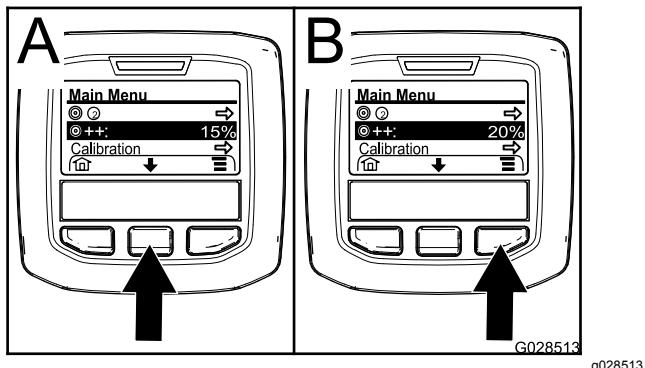

Figura 68
2. Se necessário, carregue no botão de seleção central para realçar o aumento da taxa de aplicação (Figura 68).
**Nota:** O ícone do aumento da taxa de aplicação parece dois sinais (+) à direita de um alvo (Figura 68).
3. Carregue no botão de seleção direito (Figura 68) para aumentar a percentagem de aumento em incrementos de 5% (máximo 20%).